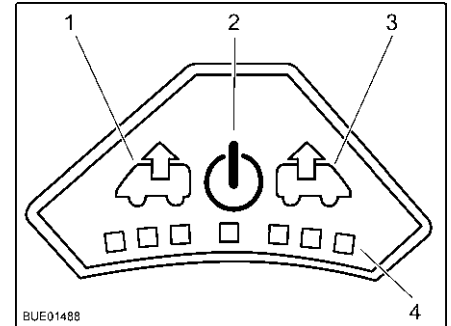

Bild 110 Fläktaglage
Slå på: ■ Tryck på på/av-knappen (Bild 110,2). Fläkten går i komfortläge (vädring med lägsta fläktvarvtal).
Vädra: ■ För att höja fläktvarvtalet: Tryck på vädringsknappen (Bild 110,1). Fläktvarvtalet i vädringsriktningen ökar en nivå. Lampor (Bild 110,4) visar de olika nivåerna.
■ För att minska fläktvarvtalet: Tryck på ventilationsknappen (Bild 110,3). Fläktvarvtalet minskar en nivå.
Ventilera: ■ För att höja fläktvarvtalet: Tryck på ventilationsknappen (Bild 110,3). Fläktvarvtalet i ventilationsriktningen ökar en nivå. Lampor (Bild 110,4) visar de olika nivåerna.
■ För att minska fläktvarvtalet: Tryck på vädringsknappen (Bild 110,1). Fläktvarvtalet minskar en nivå.
- Tryck på på/av-knappen (Bild 110,2). Fläkten stannar och lamporna släcks.